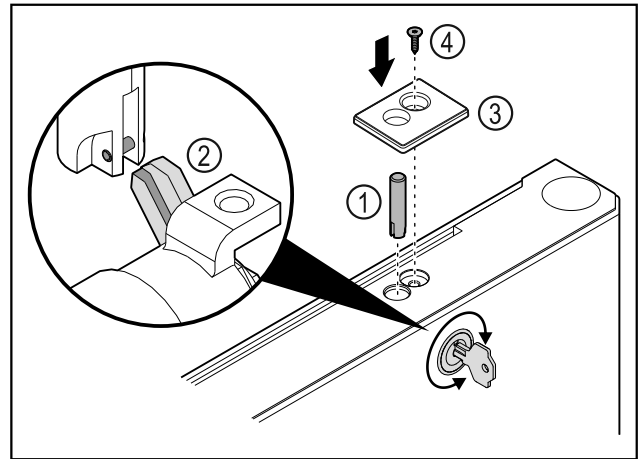

Fig. 47
- ▶ Slotbout Fig. 47 (1) plaatsen.
- ▶ Slot iets draaien zodat slotbout Fig. 47 (2) in sleuf van slot vergrendelt.
- ▶ Afdekking Fig. 47 (3) plaatsen.
- ▶ Schroef Fig. 47 (4) plaatsen.